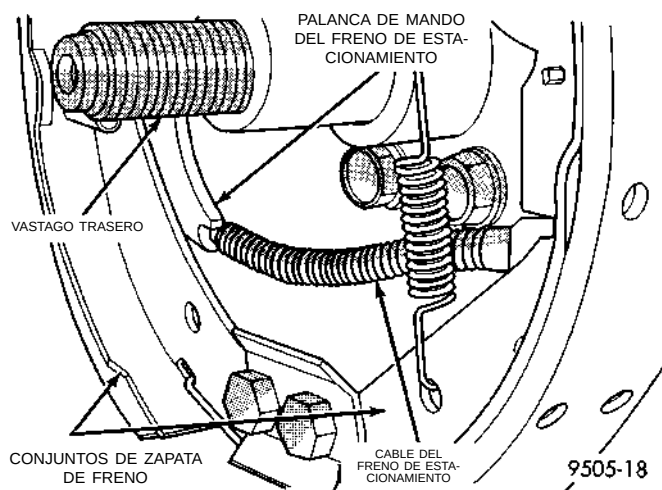
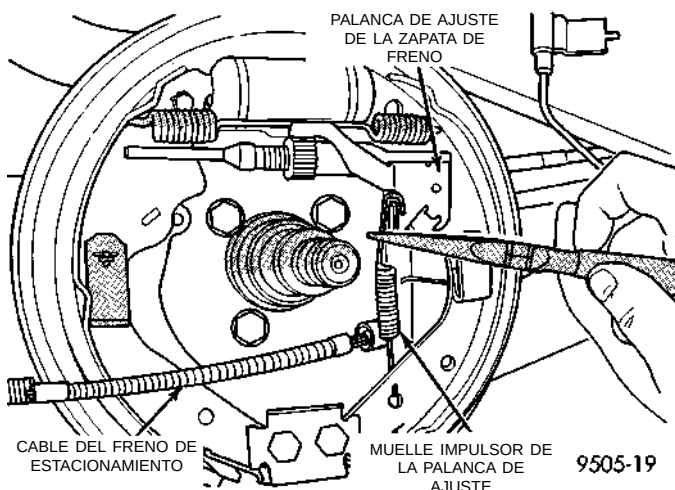

Fig. 146 Fijación del cable del freno de estacionamiento a la palanca de mando
Fig. 147 Muelle impulsor de la palanca de ajuste del freno
de estacionamiento (Fig. 146). Luego retire el muelle impulsor (Fig. 147) entre el conjunto de la palanca de ajuste de la zapata de freno y la zapata de freno.
(4) **En los vehículos que tienen instalados frenos traseros de tambor**, instale el cable del freno de estacionamiento en la palanca de mando del cable del freno de estacionamiento (Fig. 146). Luego instale el muelle impulsor entre el conjunto de la zapata de freno y la palanca de ajuste del freno (Fig. 147).